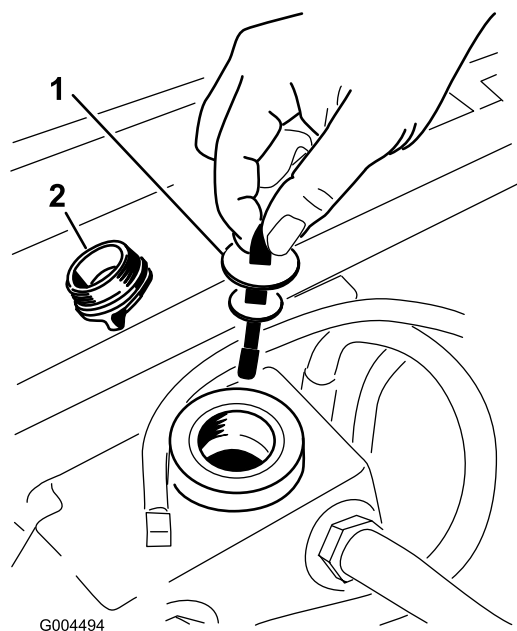

Figura 60
5. Togliete il tappo di riempimento del fluido idraulico dal collo del bocchettone (Figura 60).
6. Togliete l'asta di livello ed asciugatela con un panno pulito (Figura 60).
7. Inserite l'asta di livello nel collo del bocchettone, quindi estraetela e controllate il livello del fluido (Figura 60).